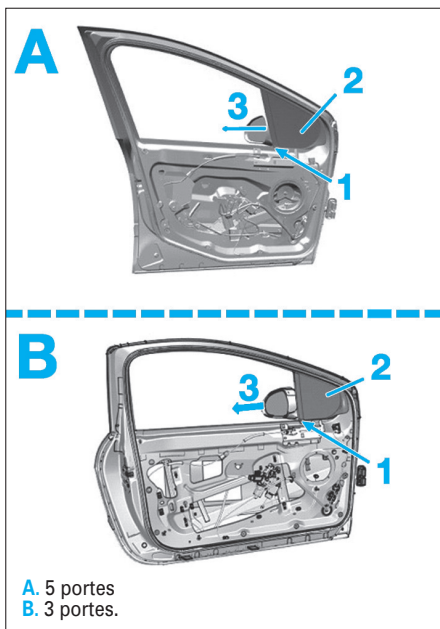

Fig. 113
- A l'aide d'un foret de Ø 6 mm, percer le rivet de fixation (1) (Fig.113).
- Dégager la vitre fixe (2) comme illustré en (3).